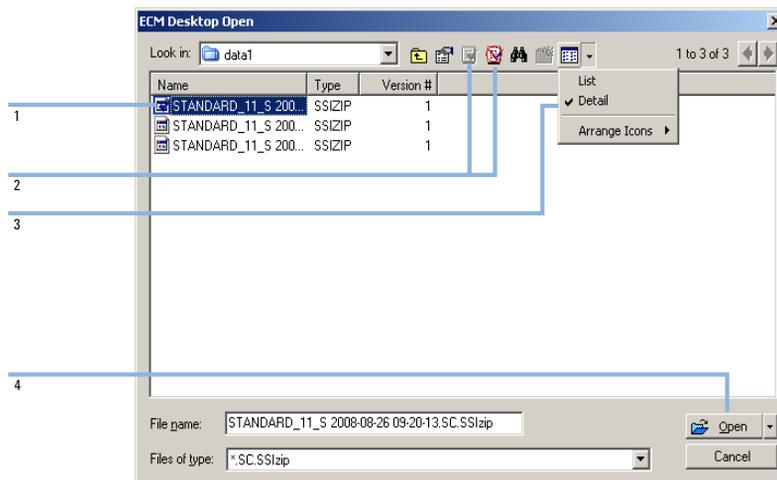
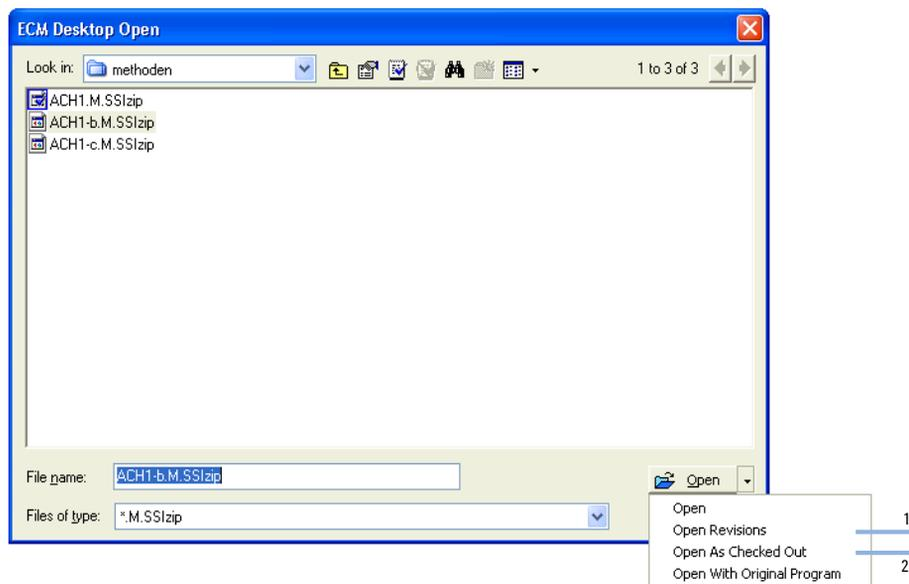
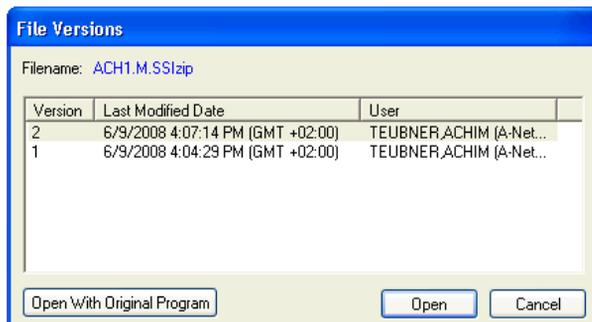

Figura 15 Cuadro de diálogo Abrir escritorio de ECM
Figura 16 Comando Abrir revisiones
Figura 17 Cuadro de diálogo Versiones de archivo
Si el elemento se encuentra verificado, tendrá una marca con un icono azul o rojo (consulte Figura 15 en la página 57, marcador 1):
Para verificar o registrar un elemento, puede utilizar los iconos respectivos disponibles en el cuadro de diálogo **ECM Desktop Open** (consulte Figura 15 en la página 57, marcador 2). Mediante el uso de estos iconos sólo puede verificar la última versión de un elemento.
Para obtener más información sobre el tipo y la versión de los elementos disponibles, seleccione la vista **Detail** (consulte Figura 15 en la página 57, marcador 3). Para abrir una versión anterior de un elemento, seleccione el comando **Open Revisions** en el menú **Open** (consulte Figura 16 en la página 58, marcador 1). De este modo se abrirá el cuadro de diálogo **File Versions**, donde se enumeran todas las versiones disponibles del elemento (consulte Figura 17 en la página 59).
- 3 Seleccione **Open** en cualquier cuadro de diálogo para descargar el elemento a ChemStation. Para evitar que otros usuarios modifiquen el elemento, puede seleccionarse el comando **Open As Checked Out** para marcar el elemento como verificado desde ECM (consulte Figura 16 en la página 58, marcador 2).